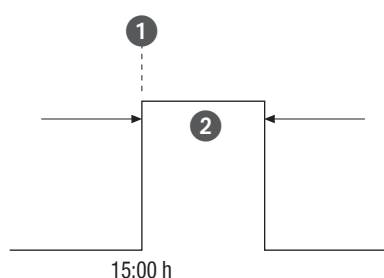

Fig. 31: Commutazione impulsi
- (Fig. 31 ①) Ora di avvio
- (Fig. 31/②) Durata = Accensione ON